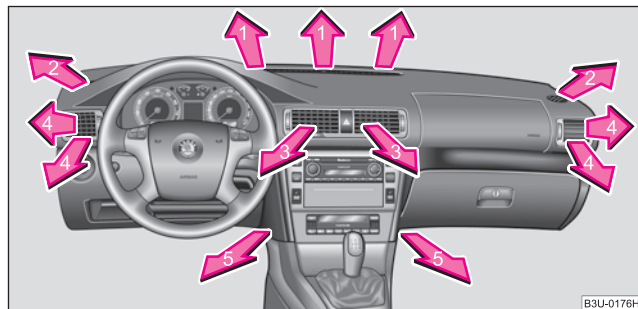
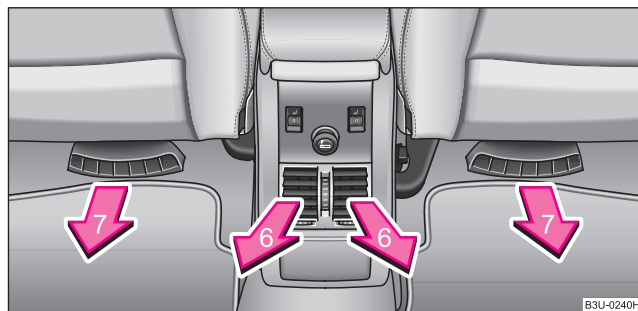

Fig. 111 Gurile de ventilație din față
Fig. 112 Gurile de ventilație din spate
- Îndreptați gurile de ventilație 3 și 4 → pagina 118, fig. 111 în sus.
Gurile de ventilație 3 și 4 ⇒ fig. 111 și 6 ⇒ fig. 112 pot fi reglate și fiecare separat.